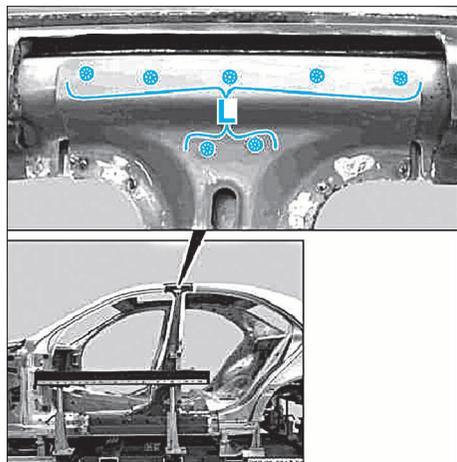

FIG. 69
- Souder par points bouchons le renfort de pied milieu zone (G).
- Effectuer la protection anticorrosion au niveau des soudures (E), (F) et (G).
- Souder par points bouchons le renfort de pied milieu zone (L) (Fig.69).